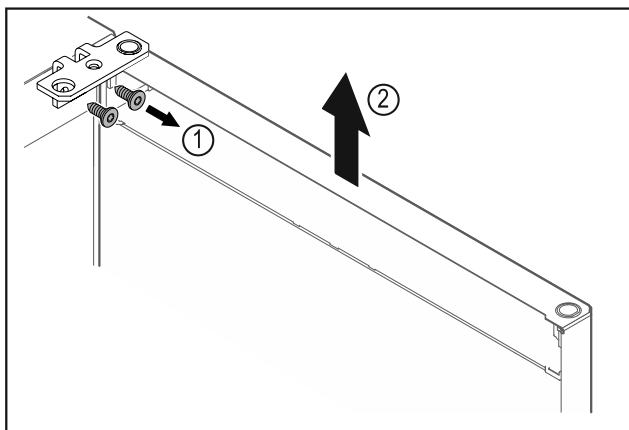

Fig. 13
- ▶ Svitare la cerniera angolare Fig. 13 (1).
- ▶ Sollevare la porta con la cerniera angolare Fig. 13 (2) di ca. 200 mm verso l'alto in senso orizzontale e rimuoverla.